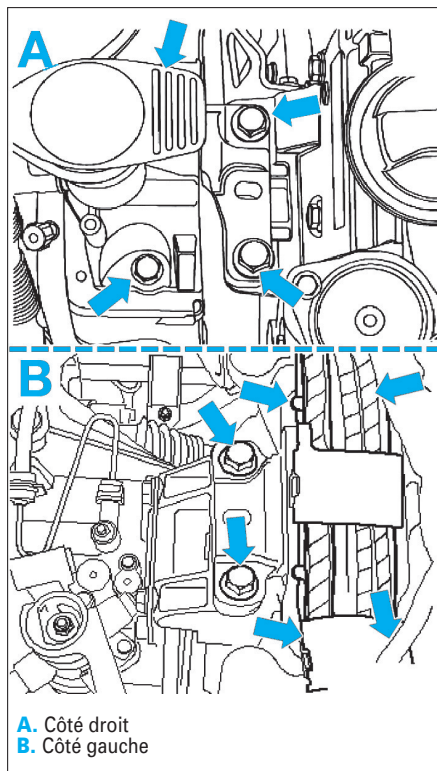

Fig. 77
- Déposer les supports de moteur et de boîte (Fig.77).